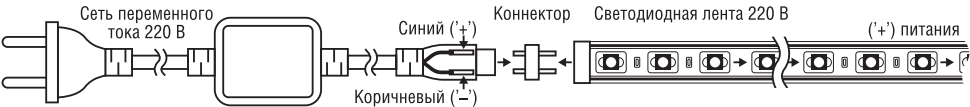

Рис. 1. Подключение светодиодной ленты 2835 220В.
- Для обеспечения работы светодиодной ленты NLS-2835-IP67-220V необходимо использовать преобразователь сетевого напряжения NLS-power cord-3528-220V. Подключение источника питания осуществляется по схеме, изображенной на Рис.1. Подключите светодиодную ленту строго соблюдая полярность в соответствии с ключом, как показано на Рис. 1.